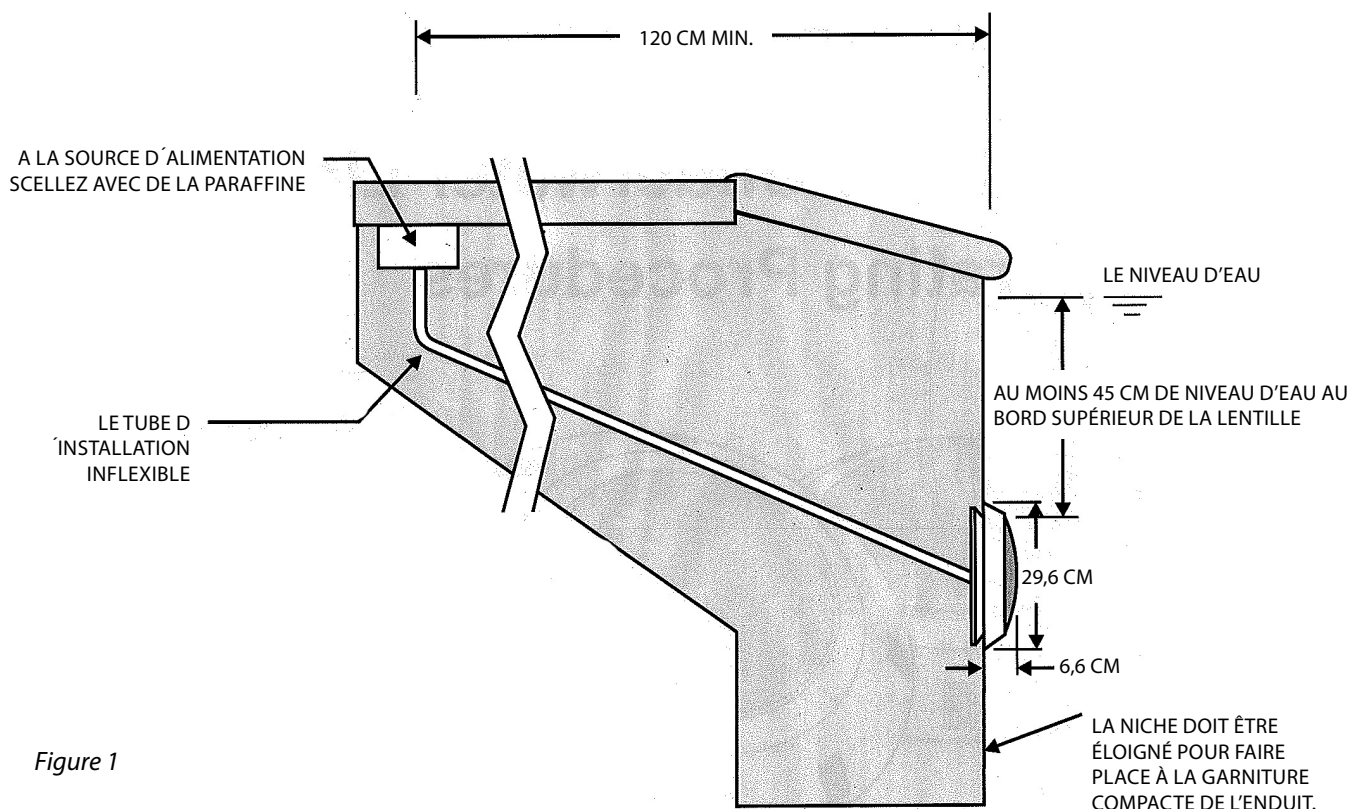

Figure 1
# 1. Les démarches préparatoires à réaliser par un électricien avant d'installer l'éclairage: voir figure 1.
- a) a) La boîte de connexion ou le transformateur basse tension pour le modèle d'éclairage de 12V doivent être installés au moins à 120 cm du bord de la piscine, voir figure 1.
- c) La console de montage doit être proprement installée de manière que le bord supérieur de la lentille de l'éclairage soit au moins à 45 cm au dessous de niveau d'eau dans la piscine, voir figure 1.
1. Trouvez une place sur le mur vertical pour installer l'éclairage. Le bord supérieur de la lentille de l'éclairage doit être à 45 cm sous le niveau d'eau normal, voir figure 1.